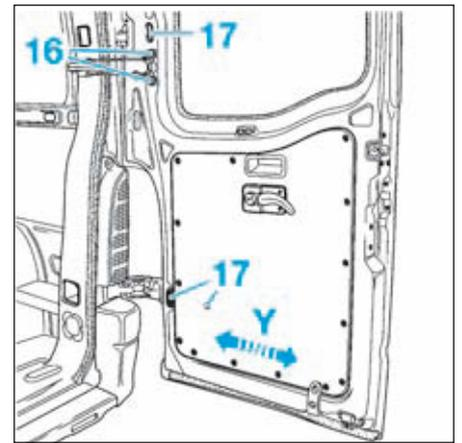

FIG. 159
- Desserrer les six vis (17) (Fig.159).